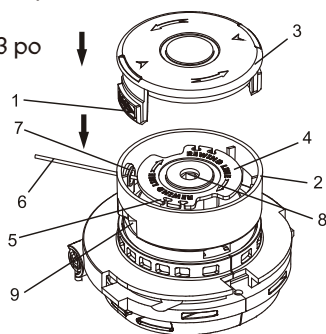

Fig. 17
2. Retirez l'extrémité libre du fil pour coupe-herbe de la fente de retenue (5) de la bobine (Fig. 17).
- Enroulez délicatement et uniformément le fil pour coupe-herbe sur la bobine afin d'éviter les chevauchements causant d'autres blocages du fil (Fig. 17).